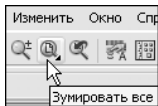

Рис. 1.13 ▼ Кнопка **Зумировать все** (Zoom All) заняла место кнопки **Окно зумирования** (Zoom Window)
- Теперь снова посмотрите на панель **Standard**, туда, где раньше находилась кнопка **Окно зумирования** (Zoom Window). Теперь на этом месте находится кнопка **Зумировать все** (Zoom All). Основная особенность плавающих панелей состоит в том, что кнопка, выбранная последней, занимает место предыдущей кнопки на основной панели. Теперь, если вам понадобится в следующий раз воспользоваться инструментом **Зумировать все** (Zoom All), вы будете освобождены от необходимости снова открывать плавающую панель – вам достаточно будет просто щелкнуть на кнопке **Зумировать все** (Zoom All) панели инструментов **Standard**, как если бы она была обычной кнопкой этой панели (рис. 1.13). Порядок следования кнопок на плавающей панели остается неизменным, поэтому при повторном открытии этой панели кнопка **Окно зумирования** (Zoom Window) снова окажется на самом ее верху.